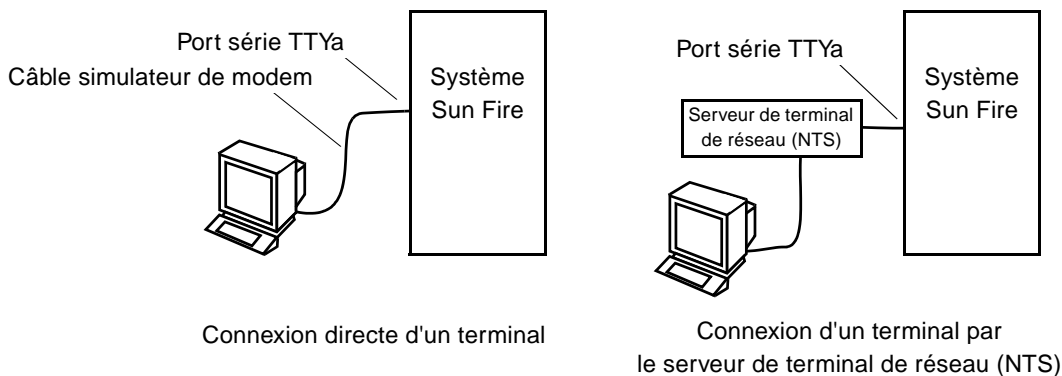

FIGURE 2-12 Connexions des câbles série
La configuration initiale du système nécessite la connexion d'un terminal ASCII au port série TTYa principal sur le panneau de raccordement, à l'aide d'un câble simulateur de modem ou par un serveur de terminal de réseau (NTS) (FIGURE 2-12).
2. **Connectez l'autre extrémité du câble série au terminal ASCII ou au serveur NTS choisi** (FIGURE 2-12).